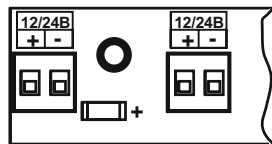

Рисунок 2
- 2.2 На основі розміщена плата з електронними компонентами та п'єзовипромінювач (акустична головка). Оповіщувачі випускаються з 2-ма клемними колодками, які розміщені на платі (рисунок 2 додатка). Колодки з'єднанні паралельно для зручності підключення оповіщувачів до однієї лінії.
8.8 Підключити кабель до клемної колодки, дотримуючись полярності (рисунок 2 додатка).